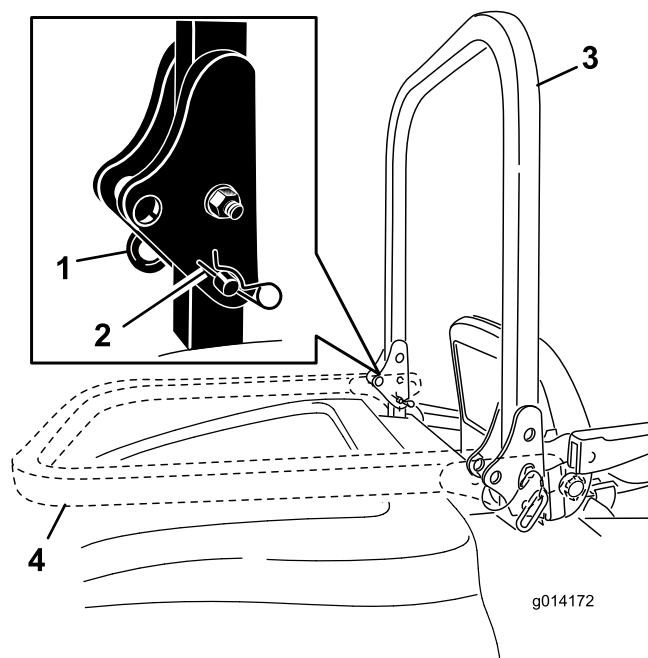

Figura 10
1. Para bajar la barra anti-vuelco, retire los pasadores de horquilla, empuje la barra hacia adelante contra los resortes, y retire los dos pasadores (Figura 10).
2. Coloque la barra antivuelco en la posición de bajada (Figura 10).
3. Instale los dos pasadores y fíjelos con los pasadores de horquilla (Figura 10).
4. Para elevar la barra anti-vuelco, retire los pasadores de horquilla y retire los dos pasadores (Figura 10).
5. Eleve la barra anti-vuelco a la posición vertical, instale los dos pasadores y fíjelos con los pasadores de horquilla (Figura 10).